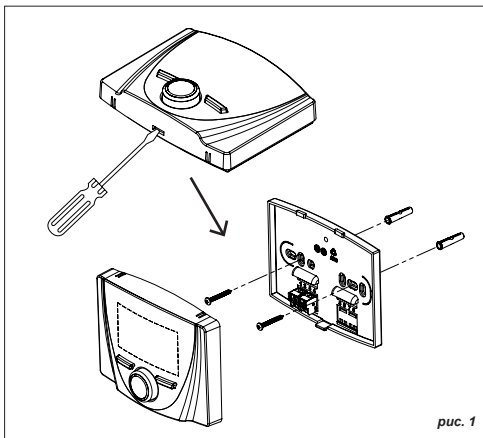

рис. 1
- Снимите при помощи отвертки переднюю панель пульта дистанционного управления (рис. 1).
- Установите заднюю пластину пульта на стене на петли и закрепите ее прилагаемыми винтами (рис. 1).